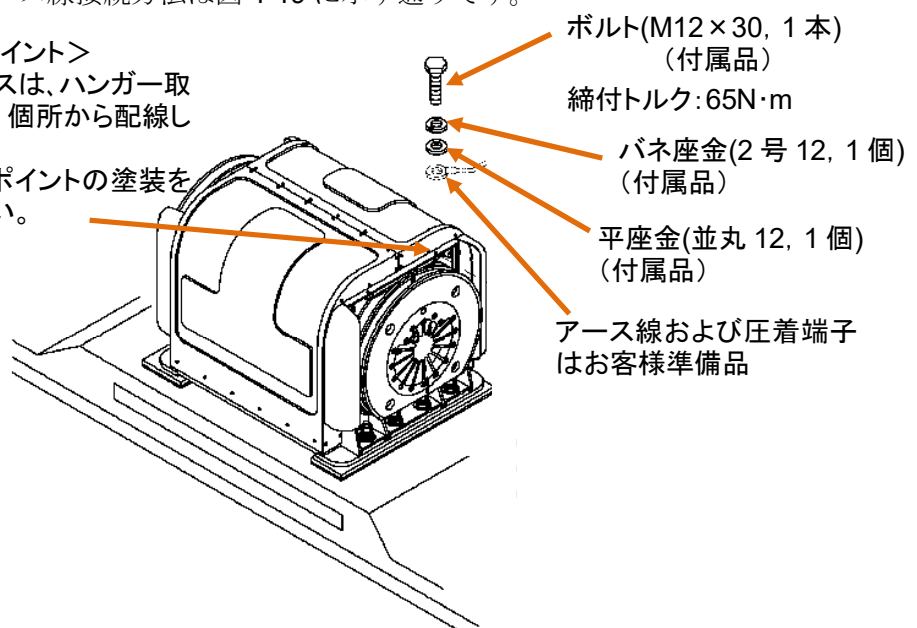

図 4-19 **ARG** 本体のアース線接続
**ARG** 本体のアース線接続方法は図 4-19 に示す通りです。